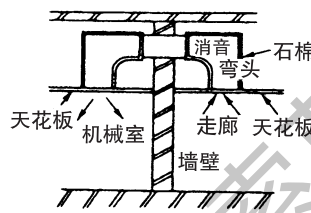

图 1.21 往机械室的回气例
② 在机械室里直接安装了回风格栅时，如图 1.21，在往天花板设置风管时要安装消音装置，或在墙壁上装回风格栅，对机械室的风管消音、隔音。